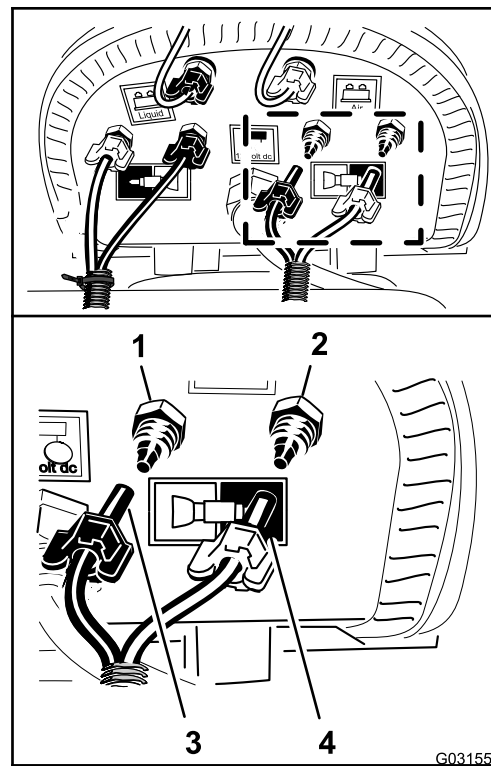

Figura 143
5. Ligue a tubagem não marcada (sem braçadeira de cabos) alinhando o tubo azul para a secção de pulverização esquerda na união da compressão para o circuito de água da secção de pulverização esquerda (Figura 143).
6. Monte a porca de compressão para o tubo na união e aperte a porca à mão (Figura 143).
7. Alinhe o tubo transparente para a secção de pulverização esquerda na união da compressão para o circuito de ar da secção de pulverização esquerda (Figura 143).
8. Monte a porca de compressão para o tubo na união e aperte a porca à mão (Figura 143).